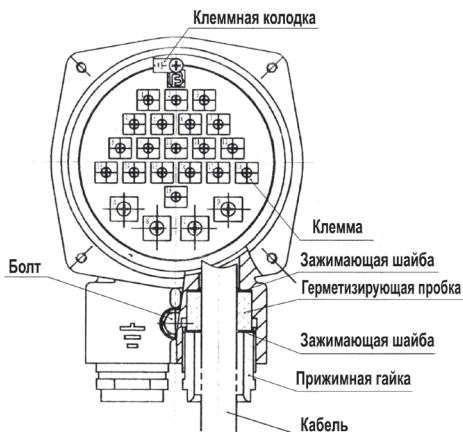

Рис. 8 Взрывозащищенная клеммная коробка
2. В полости взрывозащищенной клеммной коробки электропривода находятся соединительная колодка (Рис. 8) с клеммами, промаркированными цифрами и буквами.